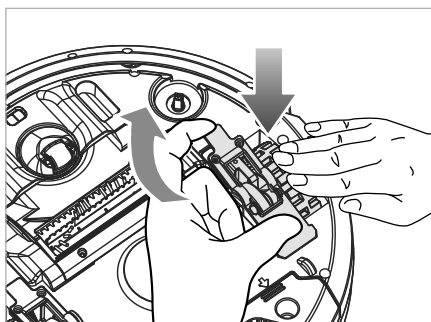

Fig. 20
- 2) Apăsați roata 20/34 în jos și desfaceți arcul de pe capul roții 19/35 și de pe suportul roții. Îndepărtați capul roții 19/35 de pe aparat (a se vedea fig. 20).